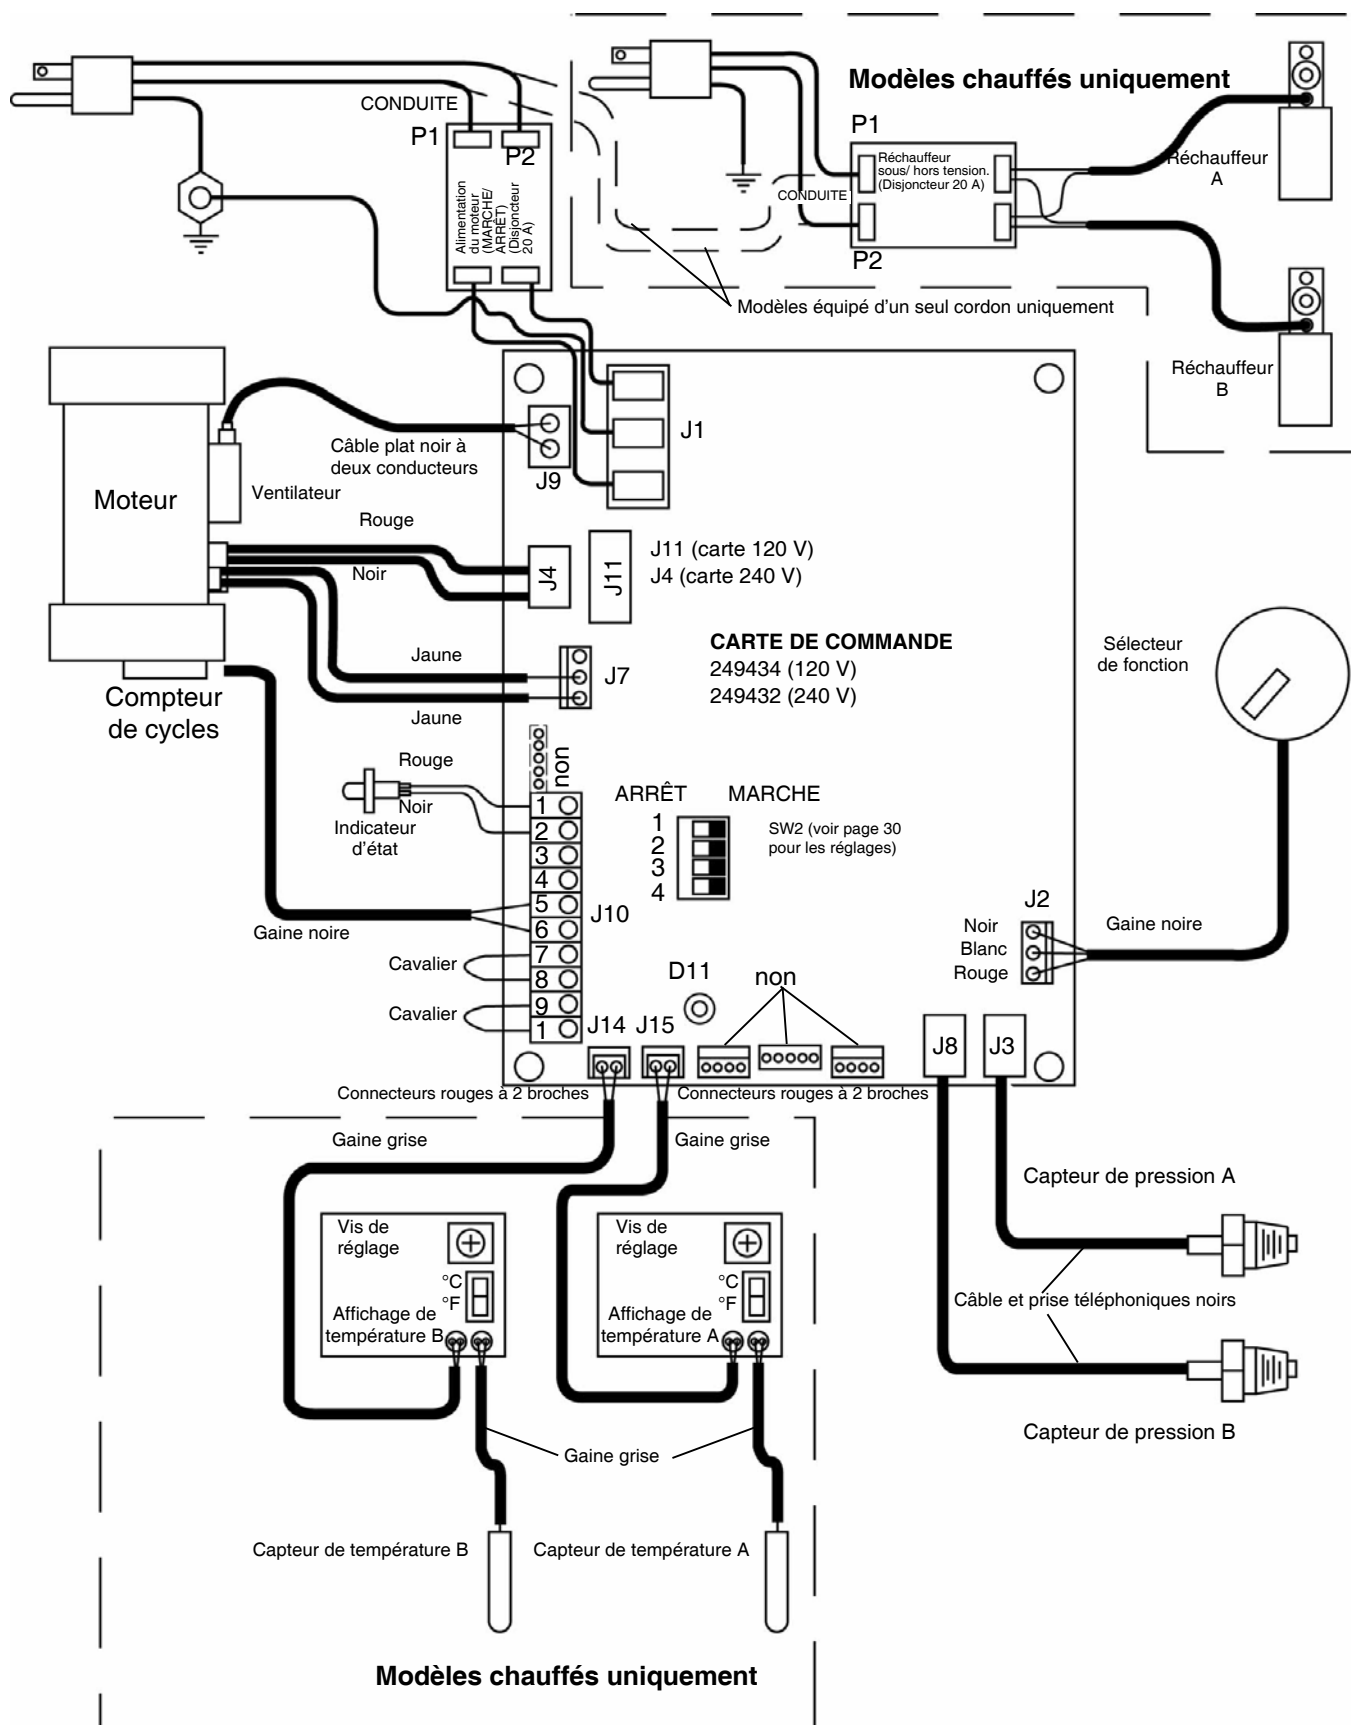

FIG. 14 : Branchements des câblages du module de régulation.
3. Retirer le couvercle d'accès (39) de l'arrière du module de commande.
4. Débrancher les fils du potentiomètre de la borne J2 de la carte de commande (406). Voir la FIG. 14, page 42.
6. Retirer l'écrou (N, élément de 404) et le plateau de détente (415).
7. Installer le potentiomètre neuf (404) en suivant l'ordre inverse. Positionner le potentiomètre de façon à ce que la fente (S) soit horizontale. Positionner le bouton (416) de façon à ce que le pointeur (P) soit dirigé vers le haut. Monter le bouton sur l'axe en veillant à ce que la broche du bouton pénètre dans la fente (S). Pousser le bouton sur l'axe contre le ressort de compression avant de serrer les vis sans tête (416a).
8. Rebrancher les fils du potentiomètre sur la borne J2 comme illustré à la FIG. 14, page 42.
Il y a une DEL rouge (D11) sur la carte de commande. L'appareil doit être sous tension pour cette vérification. Voir la FIG. 14 pour l'emplacement. Fonction :
(voir la FIG. 14)**
3. Retirer le couvercle d'accès (39) au dos du module de commande pour permettre l'accès à la carte de commande (406).
4. Débrancher les câbles du capteur de J3 et J8 sur la carte. Voir la FIG. 14, page 42. Inverser les raccordements A et B et vérifier si le code d'état suit le capteur défectueux. Voir la section **Codes d'état 3 : Défaillance du capteur A**, page 31.
9. Brancher le câble du capteur sur la carte, voir la FIG. 14, page 42.
Si le moteur n'est pas verrouillé par les pompes, il est possible de le tester à l'aide d'une pile de 9 V. Ouvrir les vannes de recirculation, débrancher les bornes J4 ou J11 de la carte de commande, FIG. 14, page 42. Mettre en contact les cavaliers entre la pile et les raccordements du moteur. Le moteur doit tourner doucement et sans à-coups.
a. Repérer la carte de commande au dos du module de commande, voir la FIG. 14, page 42.
1. Débrancher le câble (37) du ventilateur (202). Mettre le moteur sous tension, tester la tension au niveau du connecteur du câble (120 V ou 240 V).
2. **Si la tension est correcte**, le ventilateur est défectueux. Retirer les vis fixant le ventilateur au bouclier (206). Installer le nouveau ventilateur en suivant l'ordre inverse.
3. **Si la tension n'est pas correcte**, vérifier le raccordement du câble de ventilateur au niveau du connecteur J9 de la carte de commande, voir FIG. 14, page 42.